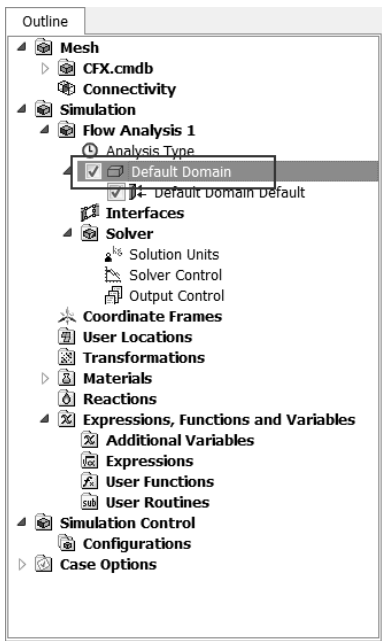

图 17-59 计算域
Step3：双击如图 17-59 所示的 Default Domain 选项，此时会弹出计算域设置面板。